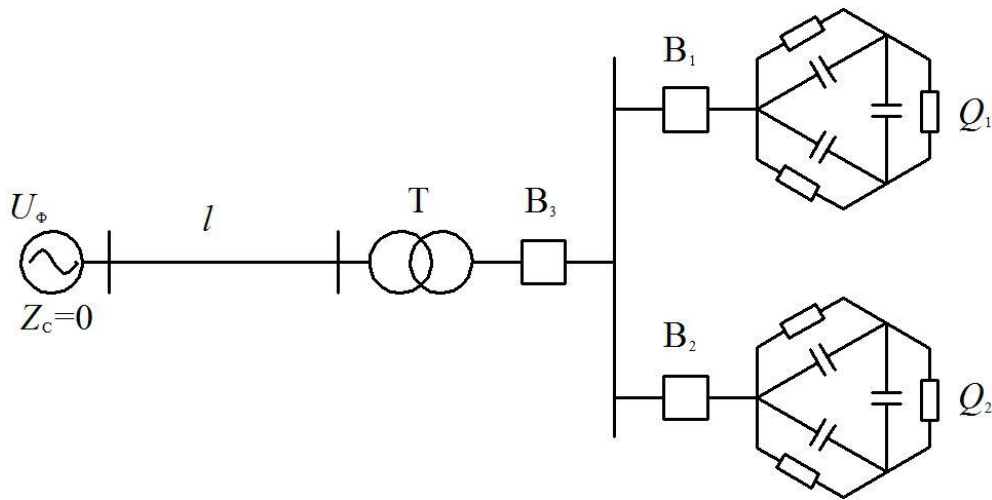
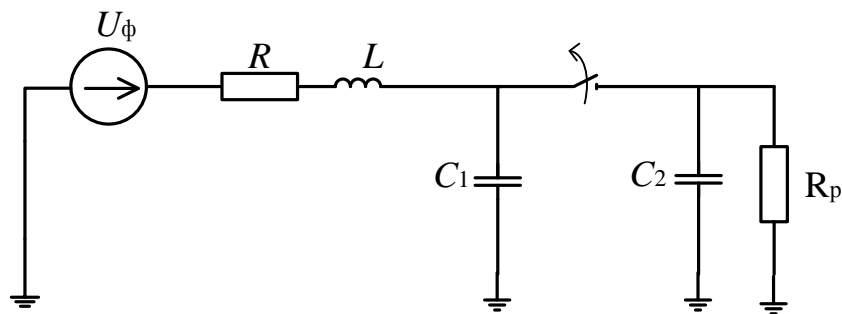

Рис. 4
Рис. 5
Исследования проводятся в лаборатории «Исследования режимов работы систем электроснабжения» с использованием вычислительной техники применительно к схеме, приведенной на рис. 4, схема замещения приведена на рис. 5, а исходные данные в табл. 1 и в табл. 2.
Каждому студенту предлагается подготовить исходные данные для схемы рис. 5 согласно выданному варианту. Как правило, для студентов очной формы обучения это вариант задачи №12 [4], решаемой на практическом занятии, для студентов заочной формы обучения это вариант курсовой работы.
2. Цель работы, схемы рис. 4, 5 и пояснения к ним.
4. При отключении какого из выключателей на рис. 5 перенапряжения минимальны?
5. При отключении какого из выключателей на рис. 5 перенапряжения максимальны?
6. Как влияет величина емкости C_2 на перенапряжения в схеме рис. 5?
7. Как влияет величина емкости C_1 на перенапряжения в схеме рис. 5?
8. Как влияет величина активного сопротивления схемы на перенапряжения в схеме рис. 5?
9. Как влияет величина разрядного сопротивления на перенапряжения в схеме рис. 5?